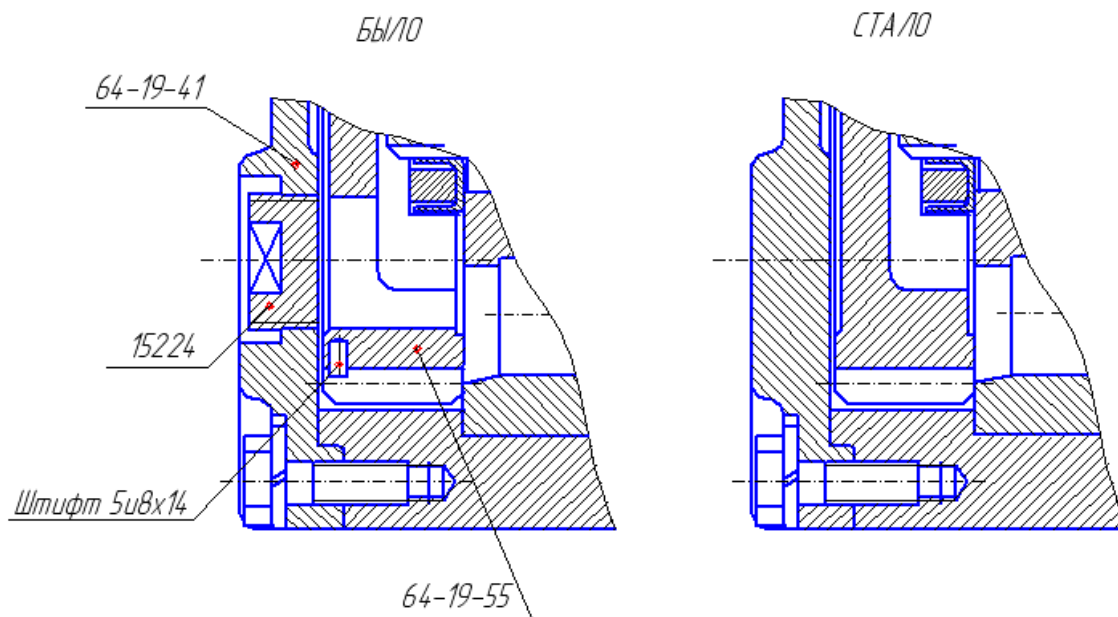

Рис. 5
2.4. С целью унификации бортового редуктора, серийного и болотного трактора, убраны детали: смотровая пробка 15224 в крышке 64-19-41, штифт 5u8x14 в муфте 64-19-55 (рис. 5). Взаимозаменяемость сохранена комплектно.